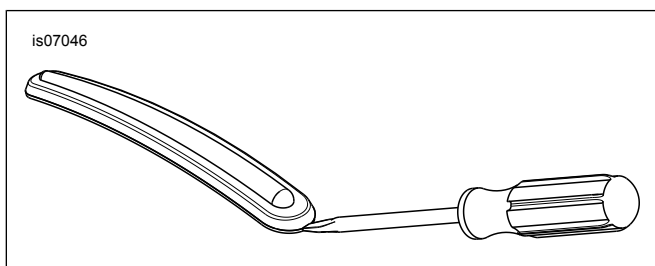

Abbildung 2. Schutzblechzierleisten entfernen
- Siehe Abbildung 2 >. Die Schraubendreher Spitze zwischen Chromeinfassung und Gummizierleiste einsetzen.